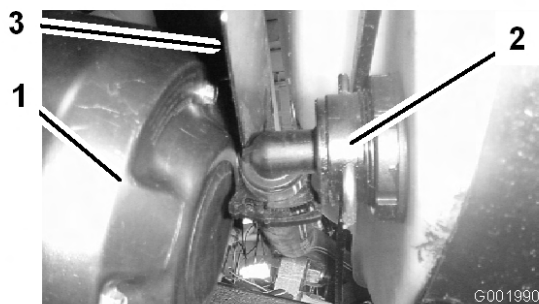

Figure 54
3. Débranchez le flexible situé sur la face avant inférieure de la cuve (Figure 54).
Remarque: Il faudra éventuellement pousser le déflecteur de chaleur (Figure 54) en arrière pour déposer le couvercle.
- Branchez le flexible à l'avant de la cuve (Figure 54).